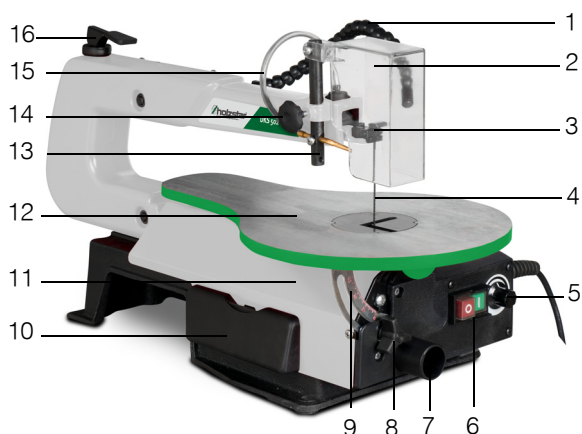

Abb. 3: Dekupiersäge
Schritt 3: Schraube (20) durch die Bohrung des Werkstückniederhalters (9) und des Sägeblattschutzes (10) führen und mit der Mutter (21) festschrauben.
Schritt 4: Mit der Klemmschraube (11) kann der Sägeblattschutz zusammen mit dem Werkstückniederhalter in verschiedenen Höhen fixiert werden.
Schritt 1: Den Spannhebel (16, Abb. 3) nach oben klappen, um das Sägeblatt (4) zu entspannen.